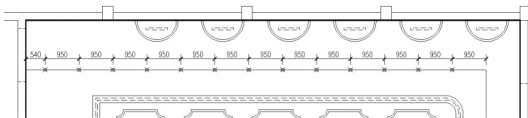

图 4.128 定距插入纵向通道的简灯
② 在指定线段长度或 [块(B)]: 提示下，输入“950”，表示从 A 线右边开始，用 950mm 的距离对 A 线进行测量，结果从 A 线右端点每 950mm 插入一个点，如图 4.128 所示。